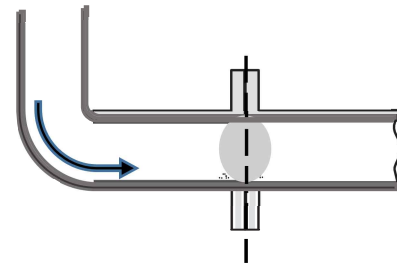

Figure 7. 설치방향 2.
- 배관의 Elbow와 Tee 구간에 설치할 경우, 배관의 수직 방향으로 밸브를 설치해 줍니다. (Figure 7. 참조)